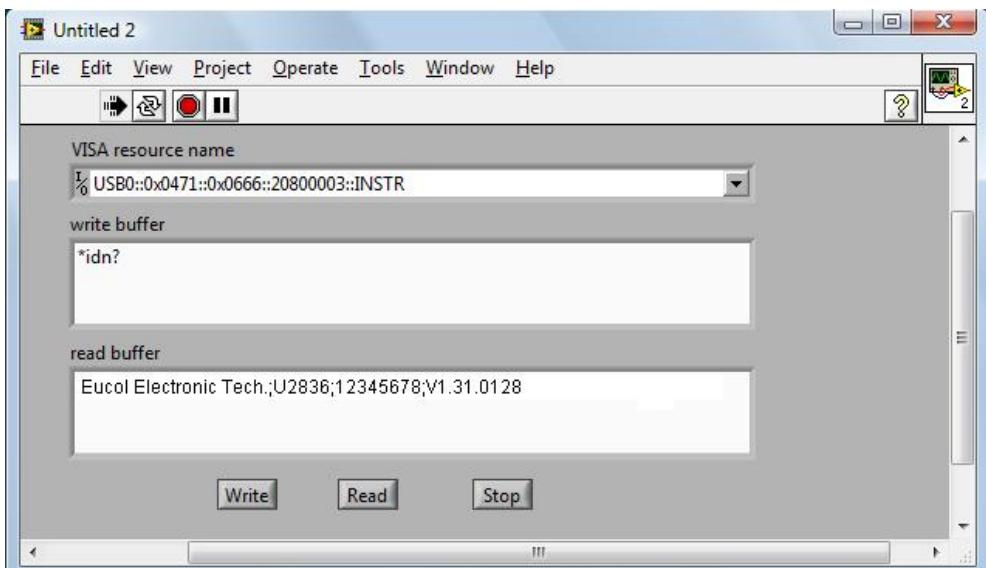

图 4-3-6
22. 运行本 VI，在 write buffer 中输入你想要发送的命令或查询，如：\*idn?。点击 Write 键发送命令。然后按 Read 键读取返回信息。执行结果如图 4-3-6 所示。